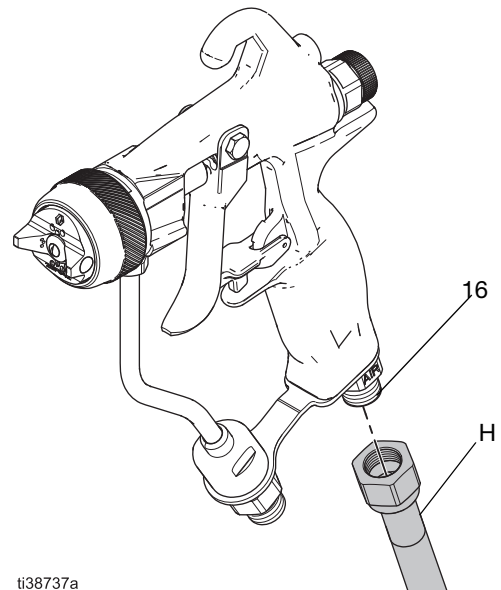

FIG. 4 : Raccordement du flexible d'air sur le pistolet
1. Raccordez le flexible d'alimentation en air (H) à l'entrée d'air du pistolet (16). Voir FIG. 4.